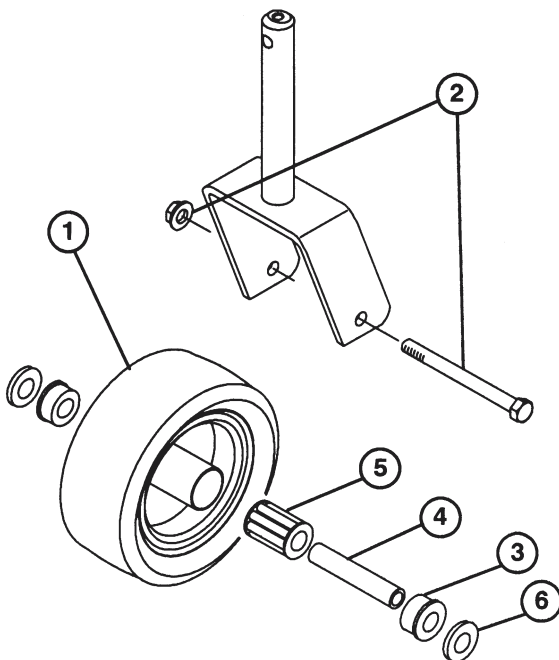

Bild 16
2. Die Schnittkanten der Messerbalken gründlich untersuchen, besonders dort, wo die flachen und gebogenen Bereiche der Messer aufeinandertreffen (Bild 16 A). Da Sand und andere Reibmittel das Metall abnutzen können, das die flachen und gebogenen Bereich miteinander verbindet, sind die Messerbalken vor Inbetriebnahme des Mähers zu kontrollieren. Sollte Abnutzung feststellbar sein (Bild 16 B), den betroffenen Messerbalken austauschen.